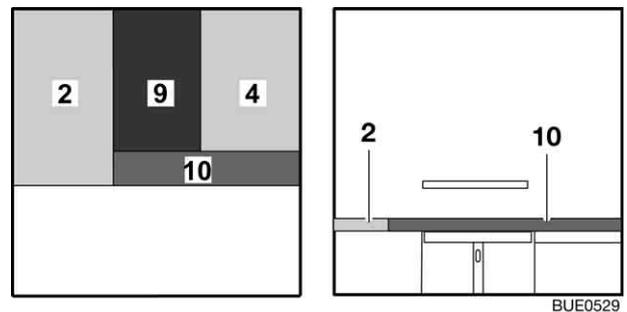

Bild 69 Nach dem Umbau
- Das Zusatzpolster (Bild 69,9) zwischen die Sitzpolster (Bild 69,2 und 4) legen.
- Das Zusatzpolster (Bild 69,10) vor das Sitzpolster (Bild 69,4) und das Zusatzpolster (Bild 69,9) legen.